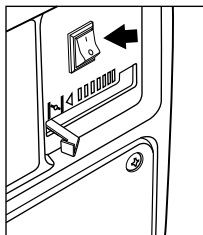
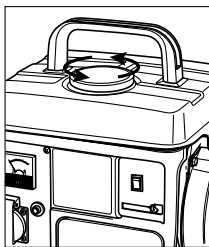
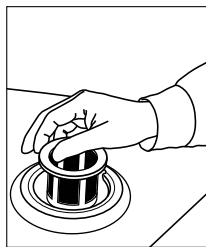

рис. 10
рис. 16
рис. 17
В аварийной ситуации для остановки двигателя генератора переведите выключатель зажигания в положение «СТОП» (рис. 10).
4. Установите выключатель в положение «Выкл» (рис. 10).
Отключите генератор согласно руководству по эксплуатации (рис. 10). Закройте топливный кран (рис. 12). Открутите крышку топливного бака (рис. 16) и извлеките фильтр (рис. 17). Промойте фильтр в растворителе или в чистом бензине. Установите фильтр на место.